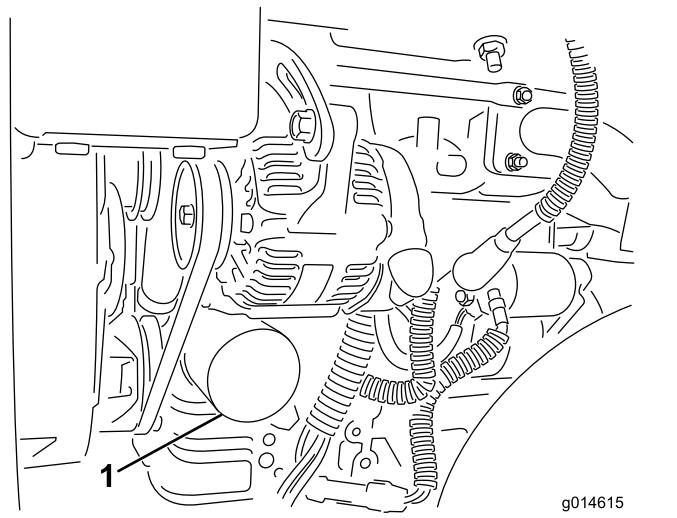

Figura 29
2. Retire o filtro do óleo (Figura 29). Aplique uma leve camada de óleo limpo na gaxeta do novo filtro.